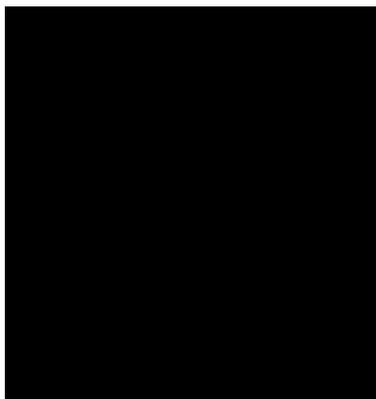

图 4-54 不导通的坏孔横切面
- 不导通的坏孔：孔壁铜箔被蚀刻液腐蚀，导致开路，无法实现 PCB 上下层的电气导通，如图 4-54 所示。此类孔可以通过常规测试手段（如飞针测试或测试架测试）检测排查，避免被交付给客户，是危害最小的一种坏孔。